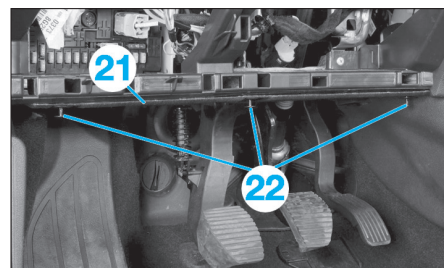

Fig. 12
- Déposer les attaches (22) puis l'insonorisant (21) (Fig.12).